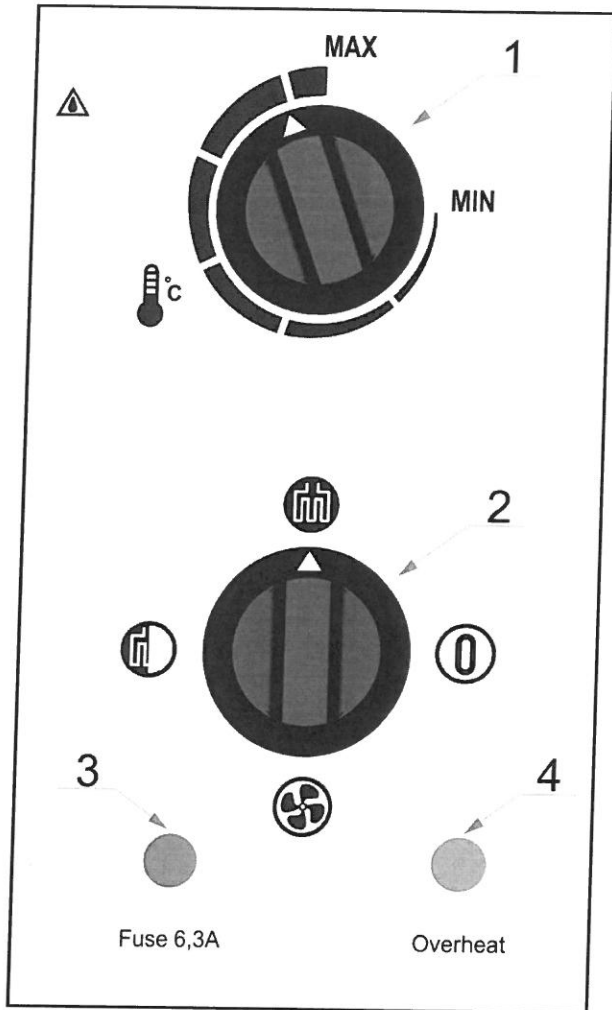
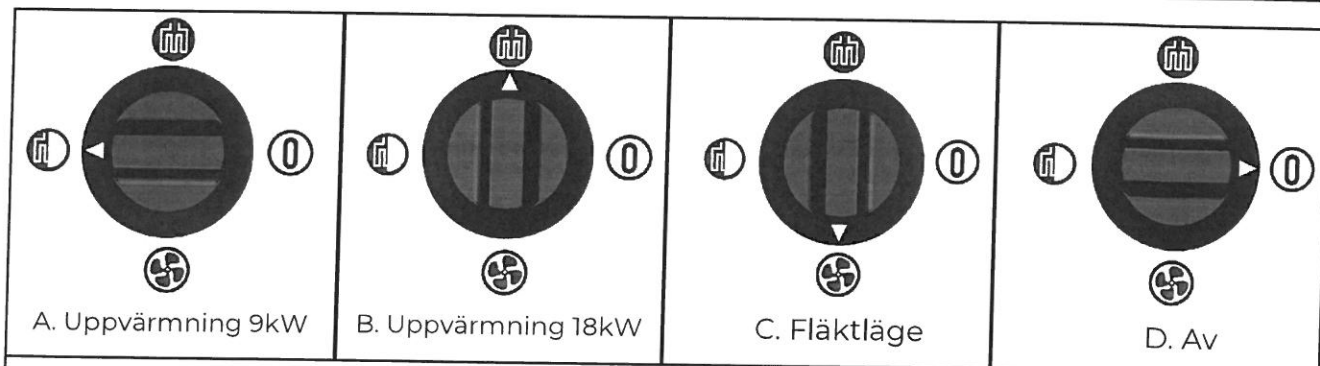

Fig.2 Kontrollpanel element beskrivning.
Fig. 5 Funktionsomkopplare tillgängliga alternativ
Slå på enheten och starta värmaren genom att justera funktionsomkopplaren (nr 2 bild 2) till önskat läge:  uppvärmning av 9kW eller  uppvärmning av 18kW eller  fläktläge (A, B eller C bild 5.) Rumsvärmaren är utrustad med en justerbar termostat. Den önskade temperaturen ställs in med hjälp av justeringsknappen (nr 1 bild 2). varefter värmaren går automatiskt.
Maskinen måste kylas ned innan den stängs av genom att vrida funktionsomkopplaren till det läge som visas i pos. C. Bild 5 ( fläktläge).
Med en sådan inställning måste maskinen arbeta i 10 minuter innan den byter till  AV (pos. D Bild 5) eller innan strömförsörjningen avbryts.
För att få detta, vrid funktionsomkopplaren till positionen som visas i pos. C. Bild 5 ( fläktläge).
För att förhindra problem som orsakas av avstängning utan föregående nedkyllning har efterventileringsfunktionen implementerats. Funktionen används automatiskt vid felaktig avstängning av enheten utan föregående nedkyllning eller för kort kyltid. Efter att ha stängt av maskinen med funktionsomkopplaren till läget  (pos. D Fig. 5) fungerar ventilatorn. Detta kan utföras med tidsfördröjning (flera sekunder utan någon åtgärd) eller utan (kommer att fortsätta arbeta).
• Kyl ned värmaren i 10 minuter och stäng av maskinen med funktionsomkopplaren (pos. D bild 5).
• Slå på maskinen genom att vrida funktionsomkopplaren till önskat läge (pos. A, B eller C Bild 5).
- Kontrollera säkringen (pos.3 Fig.2). För att byta säkring, använd endast 6,3A säkring.
- Vid överhettning lyser indikatorn för överhettning (pos.4, fig 2). Överhettningsskyddet ska återställas manuellt genom att trycka på återställningsknappen (pos. 5, fig.1) när maskinen har svalnat i c.a. 10 minuter. Om detta inte åtgärdar problemet, kontakta en säljare för support.
- Kontrollera om säkringen (pos.3, fig 2) i maskinen har löst ut. Detta finns på kontrollpanelen.
- Kontrollera om överhettningsskyddet har löst ut. Indikatorn för överhettning (pos.4 fig 2) är på. Om detta inträffar, vänta c.a. 10 minuter tills maskinen har svalnat och återställ överhettningsskyddet genom att trycka på knappen Återställ (pos.5 fig 1).